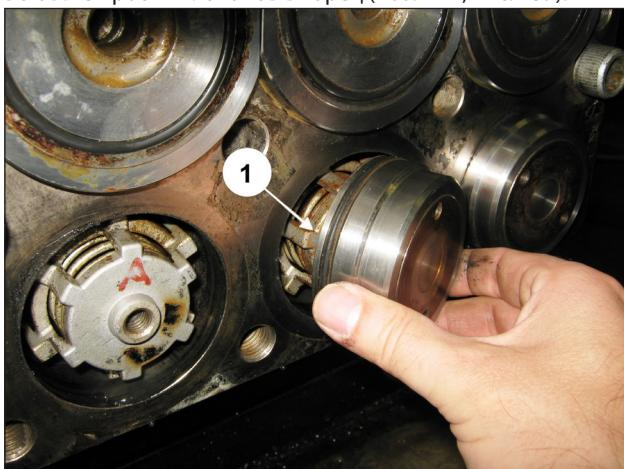

Рис. 139
Вставьте пробки клапанов в торец (поз. ①, Рис. 139).